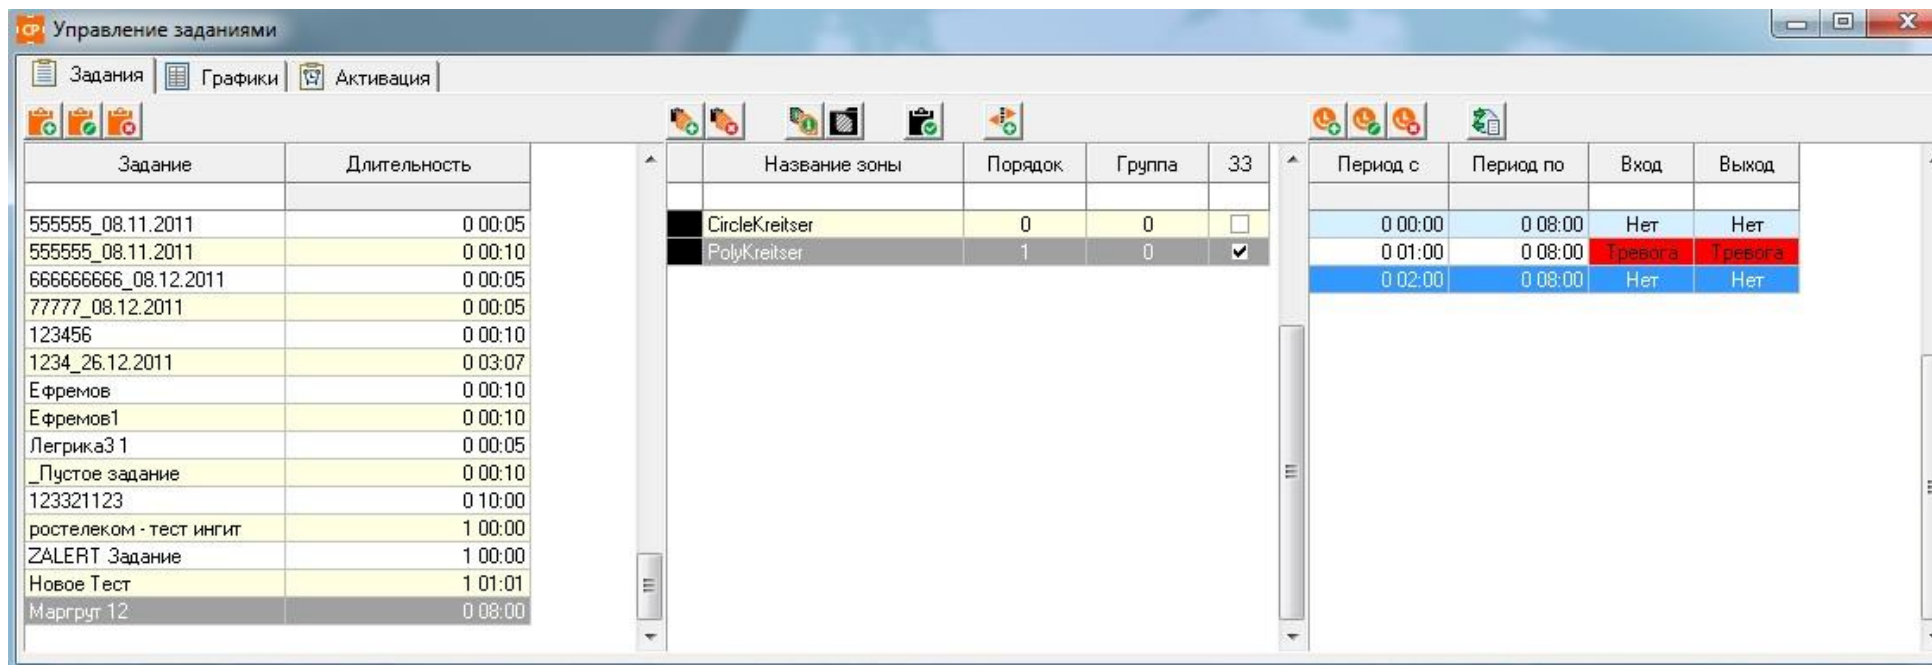

Рисунок 53 – Форма «Управление заданиями» с активной вкладкой «Задания» и составленным списком зон для задания
2.3 Нажать кнопку [OK]. Зоны будут включены в задание (см. Рисунок 53).
20 вызвать пункт меню «Сервис» ⇒ «Управление заданиями». Программа предоставляет форму «Управление заданиями» с активной вкладкой «Задания» (см. Рисунок 53).